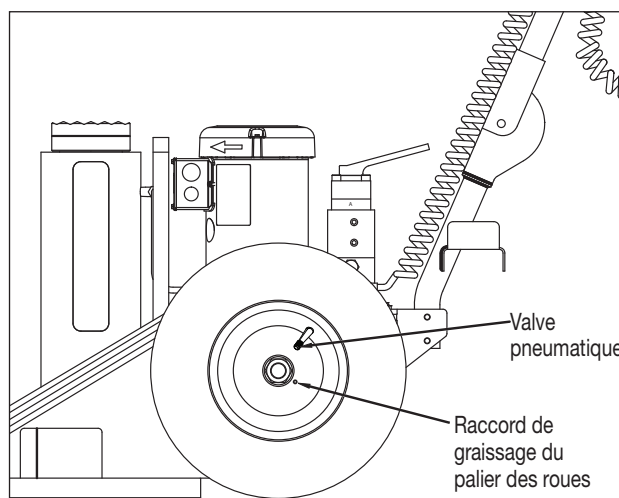

Figure 8, entretien des roues et pneus
6.3 Roues et pneus (reportez-vous à la figure 8)